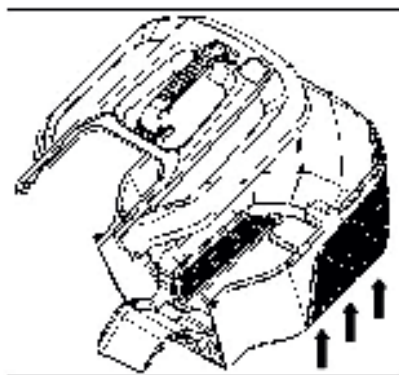

Рис. 7
3. Установите крышку травосборника на травосборник, совместив зажимы. Убедитесь, что все зажимы установлены правильно (рис. 7).